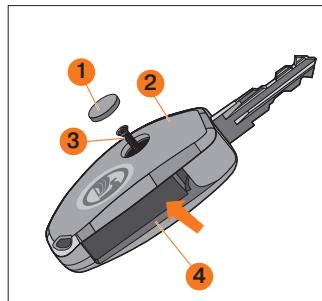

Рис. 4. Детали ключа с ПДУ
- Поддеть плоской отверткой и вынуть из нижнего корпуса **2** заглушку **1** (рис. 4).
- Надавить большим пальцем на место, указанное стрелкой на рис. 4, добиться разделения защёлки, осторожно разъединить верхний корпус **4** с нижним корпусом **2**, учитывая, что в задней части корпуса располагается ещё одна защёлка.